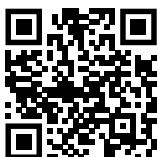

Fig. 128
- Otvorte Liebherr SmartMonitoring Dashboard. (pozri Fig. 128)